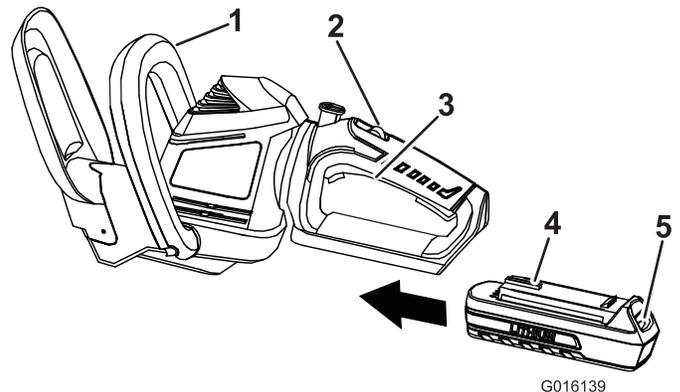

Figure 3
2. Alignez la languette de la batterie sur le creux dans le corps de la poignée (Figure 3).
3. Saisissez la poignée d'actionnement (Figure 3).
5. Placez une main sur la poignée d'actionnement. Placez l'autre main sur la poignée auxiliaire (Figure 3).
6. Poussez le commutateur de verrouillage en arrière, vers vous, et serrez la poignée d'actionnement pour mettre le taille-haie en marche (Figure 3). Le taille-haie fonctionne tant que vous serrez la poignée d'actionnement. Vous pouvez relâcher le commutateur de verrouillage lorsque le taille-haie a démarré (Figure 3).
1. Relâchez la poignée d'actionnement (Figure 3).